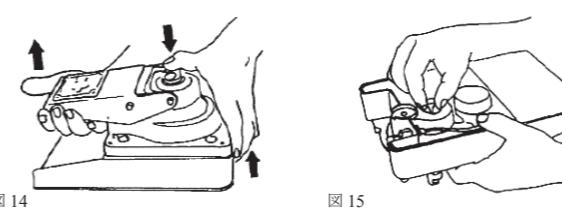

図14
- 上部ハウジングを真っ直ぐ上に持ち上げてください(図14)。